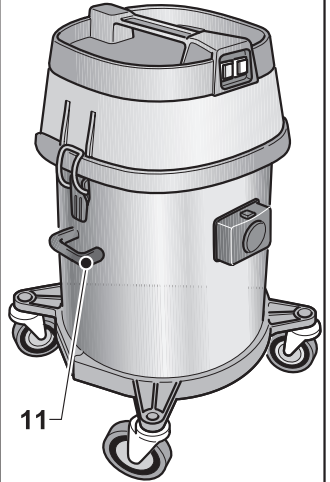
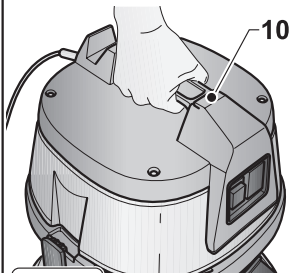

Fig. 7
Fig. 6
- Для подъема прибора взяться рукой за специальную ручку (10 Рис. 6), выполненную в верхней части крышки в версии с одиночным двигателем или же выполнять подъем вдвоем с помощью ручек (11 Рис. 7).